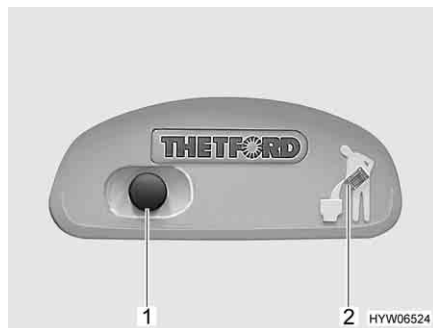
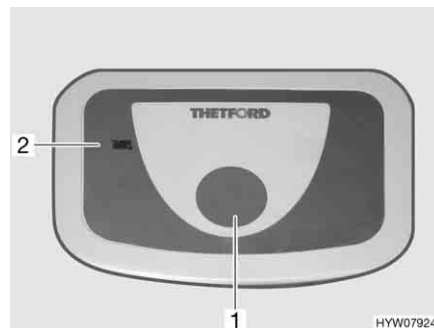

Fig. 181 Pulsante dello sciacquone/spia di controllo toilette Thetford
Fig. 182 Pulsante dello sciacquone/spia di controllo toilette Thetford (alternativa)
- Per sciacquare premere il pulsante blu (Fig. 181,1 o Fig. 182,1).
La spia di controllo (Fig. 181,2 o Fig. 182,2) è accesa quando il serbatoio fecale deve essere svuotato.